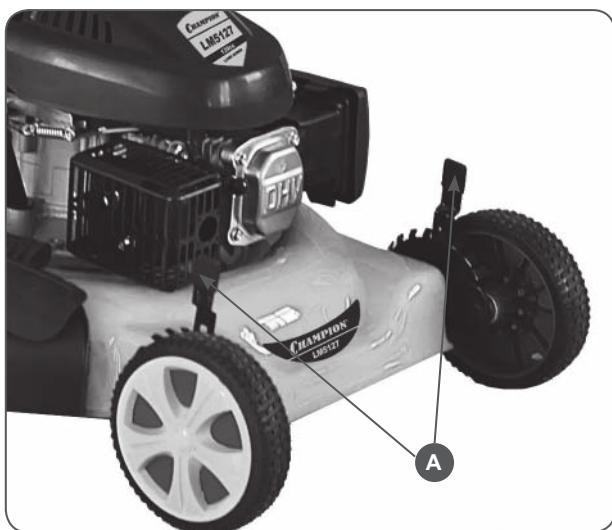

Рис.7
Перед началом работы отрегулируйте необходимую высоту кошения травы. Для этого отожмите рычаг (A) Рис.7, передвиньте и зафиксируйте его в одном из нужных положений. Убедитесь, что каждое колесо установлено на одинаковой высоте кошения.